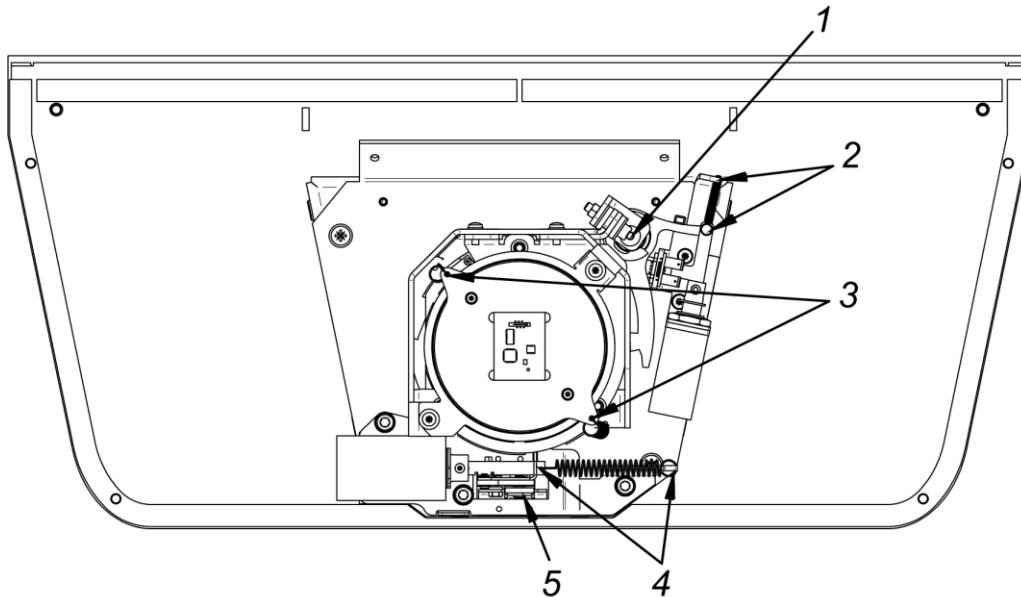

Рисунок 17. Техническое обслуживание механизма турникета
3. Проверьте надежность крепления преграждающих планок (3) к маховику и при необходимости подтяните установочные винты крепления преграждающих планок.
5. Снимите колпак турникета (1) с блоком индикации (2) согласно разд. 6.
- ось вращения рычага стопора (точка 1 на рис. 17) – смазкой **Chain and Rope Lube Spray - WEICON** или другой с аналогичными свойствами;
- места крепления пружин (точки 2, 3, 4 на рис. 17) – молибденовой смазкой;
- детали механизма аварийного открытия прохода (автоматического опускания преграждающей планки «Антитраница», точка 5 на рис.17) – смазкой **Chain and Rope Lube Spray - WEICON** или другой с аналогичными свойствами.